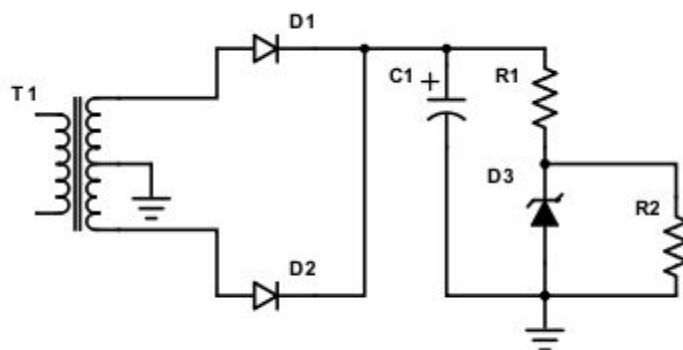

Figura 4: Circuito retificador de onda completa regulado por diodo Zener.
4.5. Monte o circuito de fonte CC regulada apresentado na Figura 4. Dimensione R1 e R2 de modo que a corrente na carga seja da ordem de 10mA . Avalie a forma de onda sobre o capacitor e sobre a carga e explique este comportamento.